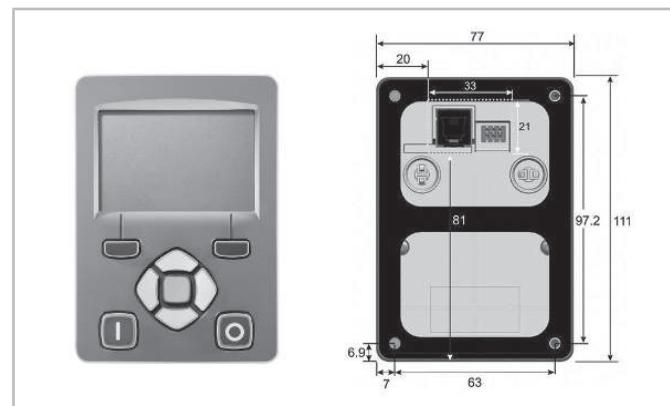

Abb. 27: Front- und Rückansicht des Bedienteils mit Befestigungslöchern und Aussparung auf der Rückseite (für externe Montage)
Montage (siehe Abbildung 27, Seite 79):
- Aussparung an der Schaltschrantür für die Anschlüsse auf der Rückseite des Bedienteils berücksichtigen (siehe Abbildung 27, Seite 79)!